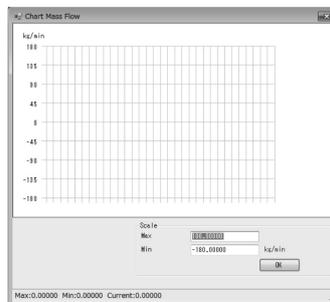

図23
- ③ ツールバーの「Mass Flow」ボタン、またはメニューの「Chart and Recording」-「Chart」-「Mass Flow」をクリックすると図23のウィンドウが表示され、Mass Flow (質量流量) のチャート表示を行います。縦軸のスケールを変更する場合は、「Scale」にて「Max」、「Min」を設定し「OK」ボタンをクリックしてください。